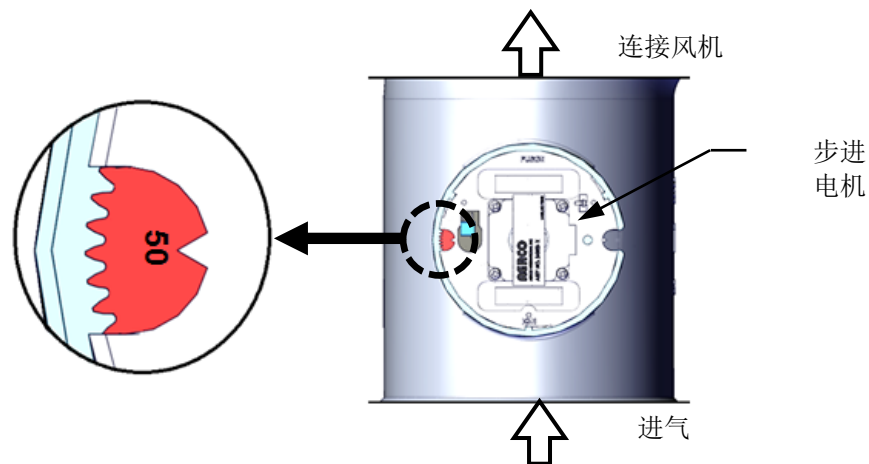

图 3-4: 空气/燃料阀点火位置
- 空气/燃料阀旋转到小火（点火位置）位置，然后关闭点火开关。空气/燃料阀上的刻度盘读数在 **45** 到 **50** 之间（参阅图 3-4），表示阀门处于小火点火位置。